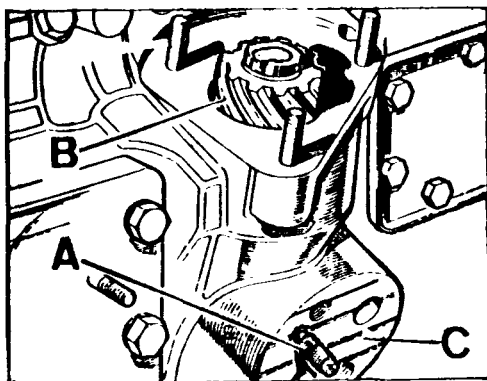
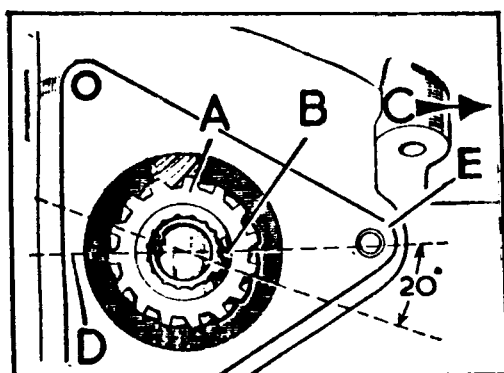

Fig. A1-51 Desmontaje del piñón de mando
Fig. A1-55 Posición correcta del piñón de mando con el volante en 13,5° de avance
- 1.5. Desmontar el tornillo, A (Fig. A1-51) que fija el casquillo del piñón de mando y extraer el piñón, B, haciendo uso del útil, 417040, o de unos alicates adecuados.
- 2.6. Haciendo uso del útil, 417040, se introducirá en su alojamiento el piñón - de mando, B (Fig. A1-51) de forma que el orificio de fijación del casquillo quede alineado con el orificio del tornillo de fijación situado en la cara, C (Fig. A1-51). La estría ancha, B (Fig. A1-55) deberá quedar orientada 20° aproximadamente por debajo del centro del espárrago, E (Fig. A1-55), una vez que el piñón de mando esté definitivamente en su posición.
Con el piñón de mando en su posición definitiva, introducir un puntero adecuado a través del orificio del tornillo, A (Fig. A1-51), para alinear dicho orificio con el del casquillo. Una vez alineado el orificio del casquillo, montar un nuevo tornillo de fijación, A (Fig. A1-51), apretándolo a fondo y aflojándolo después 1/4 de vuelta.